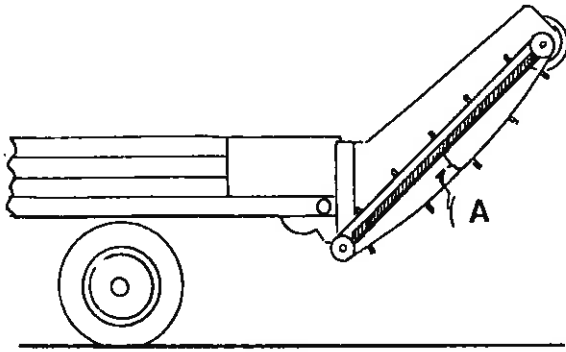

Fig. 16. Elevatorkæde
4.1. Elevatorkæde (K 57) Fig. 16.